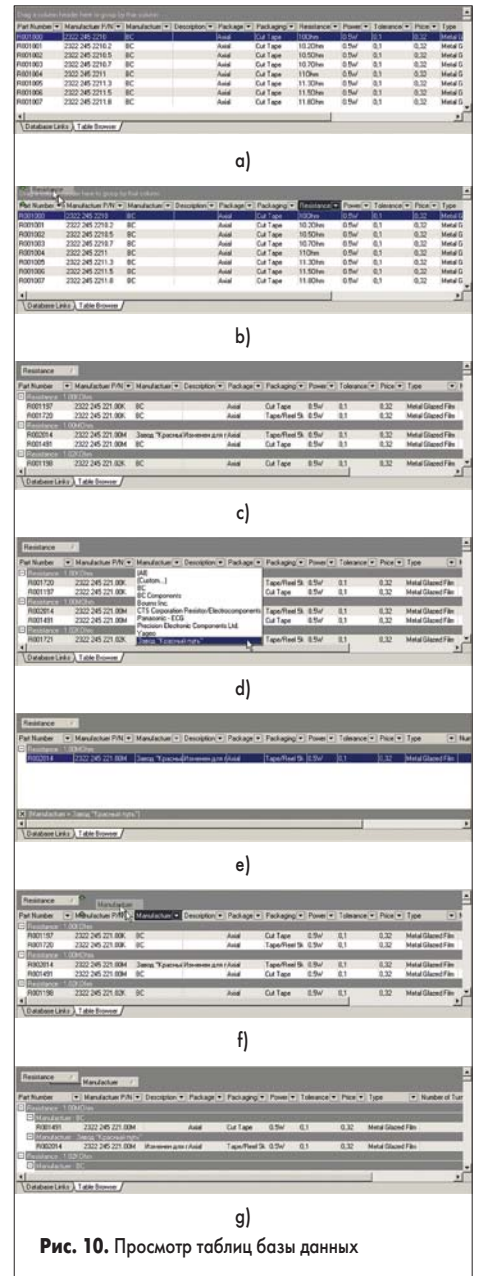

Рис. 10. Просмотр таблиц базы данных
На этой вкладке осуществляется просмотр указанной таблицы базы данных, что избавляет пользователя от необходимости иметь на компьютере систему Access. Первоначально таблица имеет обычный вид (рис. 10, а). Система Protel DXP имеет гибкий набор инструментов для группировки и фильтрации данных. Рассмотрим несколько приемов поиска нужной информации. Допустим, нам необходимо найти в базе данных резистор с сопротивлением 1 МОм.
стрелки покажут возможное расположение кнопки группировки (рис. 10, b).
Легко видеть, что в нашей базе данных имеются два резистора с нужным нам номиналом от разных производителей (рис. 10, c). Воспользуемся функцией фильтрации данных.
26. Щелкнем левой кнопкой мыши на небольшом треугольнике рядом с заголовком столбца Manufacturer. Появится выпадающий список, в котором перечислены все упомянутые в таблице производители (рис. 10, d).
27. Выберем строку с именем производителя: Завод «Красный путь». Автофильтр скроет все компоненты других производителей и оставит единственный резистор, который мы ранее редактировали в базе данных (рис. 10, e).
29. С помощью мыши захватим заголовок столбца Manufacturer и перетащим его на серое поле над таблицей чуть левее кнопки Resistance. Две зеленые стрелки покажут возможное расположение кнопки группировки (рис. 10, f).
30. Отпустим левую кнопку мыши. Данные в таблице будут сгруппированы сначала по номиналу сопротивления, а затем по производителю (рис. 10, g).